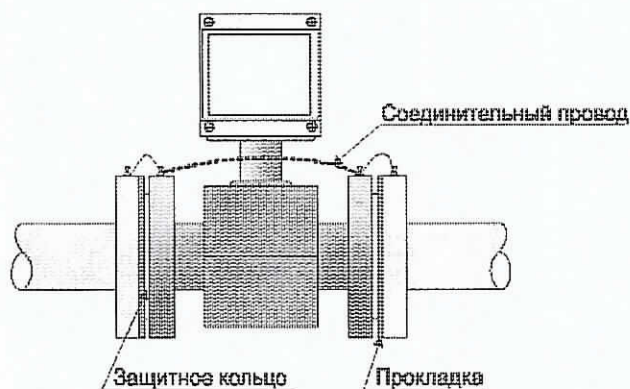

Рисунок 5.1 Монтаж первичного преобразователя
5.4 Для создания системы уравнивания потенциалов, необходимо электрически соединить его фланцы между собой, а также каждый его фланец с соответствующим ответным фланцем трубопровода (Рисунок 5.1).